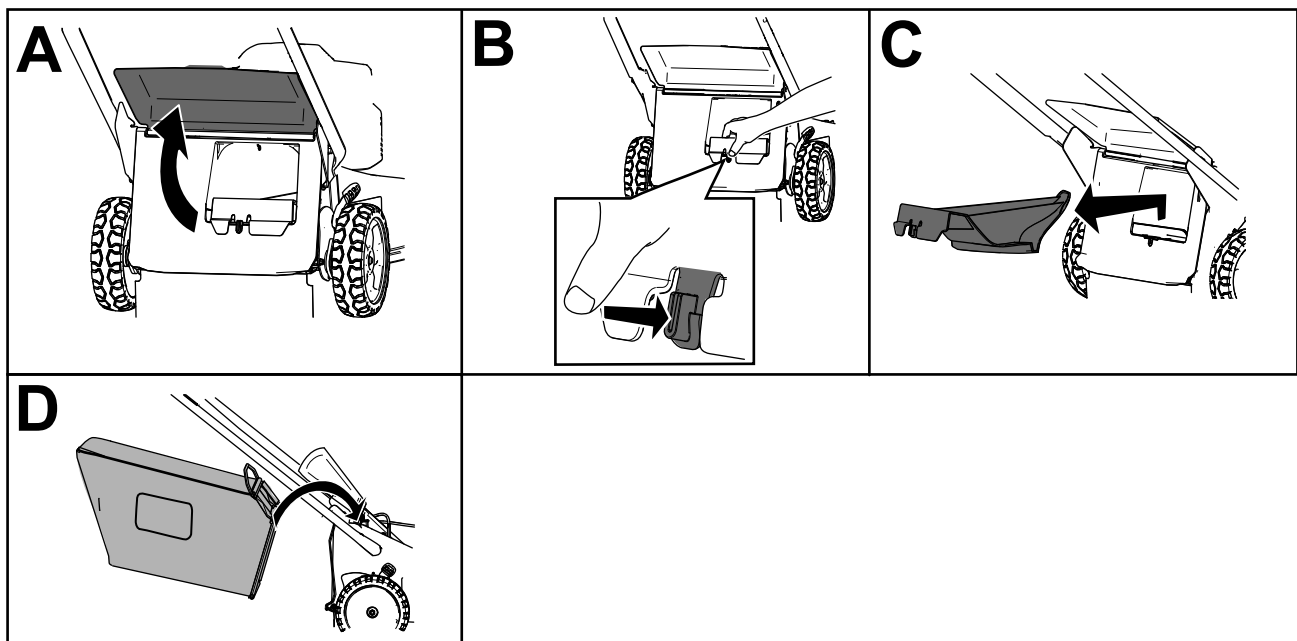

Figure 15
2. Soulevez le déflecteur arrière et maintenez-le dans cette position (A de Figure 15).
3. Retirez l'obturateur d'éjection arrière en appuyant sur le verrou avec le pouce et en tirant l'obturateur hors de la machine (B et C de Figure 15).
4. Placez les extrémités de la tige du bac dans les crans à la base du guidon et basculez le bac d'avant en arrière pour vous assurer que les extrémités de la tige sont bien engagées au fond des deux crans (D de Figure 15).
3. Sortez la tige du bac à herbe des crans à la base du guidon (A de Figure 15).
4. Installez l'obturateur d'éjection (B de Figure 15).
5. Abaissez le déflecteur arrière (C de Figure 15).